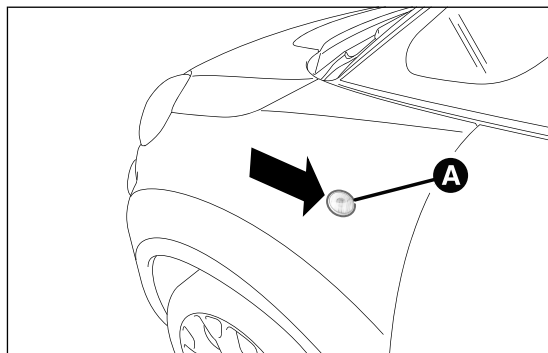
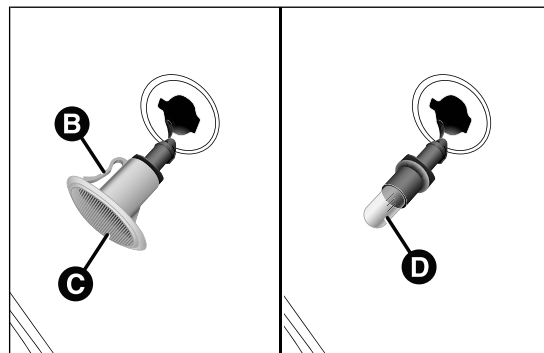

fig. 168
fig. 169
- ☐ intervenir en el aplique transparente A fig. 168 de forma que se comprima la ballestilla interior B fig. 169, a continuación extraer el grupo hacia el exterior;